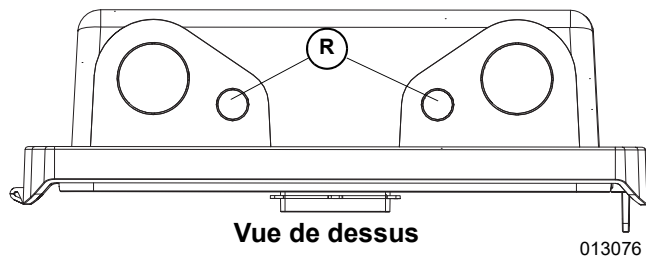

Figure 3-10. Ouvertures de petite section
Voir **Figure 3-10**. Pour câbler des circuits de chauffage, ventilation et climatisation (CVC), tirer les fils du thermostat de l'habitation jusqu'au PWRmanager à travers l'une des ouvertures pour conduit de petite section (R).